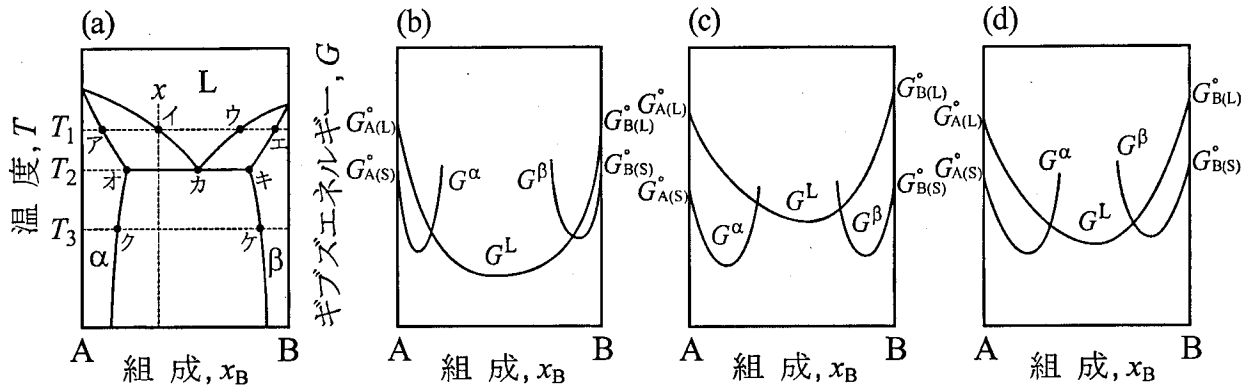

図 6-1 (a) A-B 二元系状態図, (b)～(d) ギブズエネルギーの模式図
A-B二元系の平衡状態図の一例を図6-1(a)に示す。図中のLは液相、 α および β は固相を表し、ア～ケは各点の組成を表す。図6-1(b), (c), (d)は、ある温度におけるギブズエネルギーと組成 x_B の関係を示す模式図である。ここで、例えば G^α は α 相のギブズエネルギー、 $G_{A(L)}^\circ$ と $G_{A(S)}^\circ$ はそれぞれ液相と固相における成分Aの標準ギブズエネルギーである。
問1. 図6-1(a)の状態図に存在する不変系反応の(1)名称, (2)反応式, (3)温度を記せ。さらに、ギブズの相律に基づいて、(4)自由度 f を成分の数 c と相の数 p を用いて表せ。ただし、凝縮系を対象として、温度と濃度のみを扱い、圧力は除外する。
問2. 図6-1(a)の状態図において組成 x の合金を液相から準静的に冷却する。
問3. 図6-1(b), (c), (d)は、 T_1 , T_2 , T_3 のいずれかの温度におけるギブズエネルギーの模式図である。
(1) 図6-1の(b), (c), (d)に対応する温度を解答用紙の模式図上の枠内に T_1 , T_2 , T_3 で記入せよ。
(2) T_1 , T_2 , T_3 それぞれの温度に対して、平衡する各相の組成をギブズエネルギーの模式図(解答用紙)上で作図によって求め、それらの組成に対応する点を●で示せ。また、求めた点の組成を図6-1(a)中の記号ア～ケで記せ。作図には、定規は用いないこと。
(3) 温度 T_3 について、(2)で求めた平衡組成の α 相における成分Aの化学ポテンシャル μ_A^α 、および平衡組成の β 相における成分Aの化学ポテンシャル μ_A^β を図中に示せ。